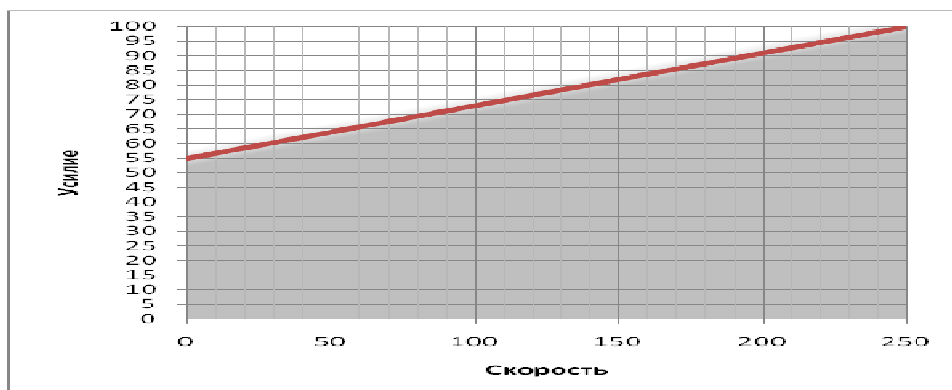

Рис. 2
5.7.9 При установке усилий следует пользоваться диаграммой максимально допустимых значений в зависимости от скорости (см. рис.2). Установка недопустимых значений усилий, находящихся в незаштрихованной зоне приводит к срабатыванию защиты от перегрузки по току.
При подаче станцией сигнала на вход «открыть» происходит открывание двери согласно диаграмме «открывание» (рис.2). Движение начинается на скорости замка открывания, обеспечивающей бесшумное открывание замков и плавный разгон двери. После прохождения участка ускорения открывания дверь перемещается с максимальной постоянной скоростью до начала участка замедления открывания, на котором происходит торможение двери и дальнейшее дотягивание на малой скорости до полного открытого положения. Затем привод переходит в режим удержания двери в открытом положении, т.е. с небольшим усилием поджимает дверь в сторону открытого положения.